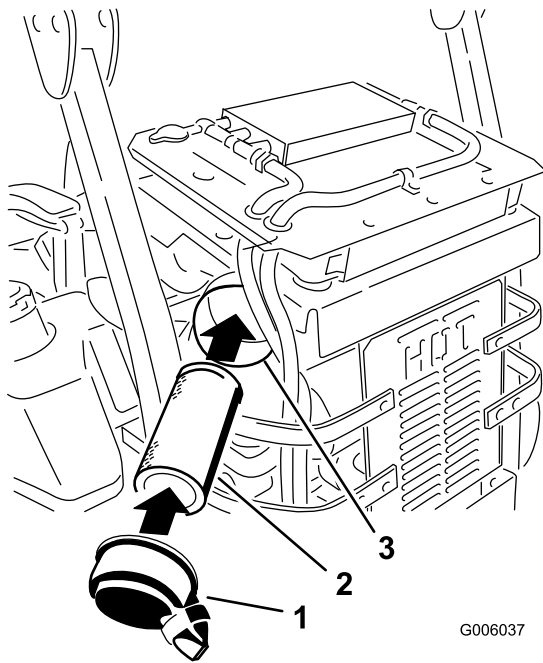

Figure 32
5. Ouvrez les dispositifs de verrouillage du filtre à air et enlevez le couvercle du corps du filtre (Figure 32).
7. Sortez l'élément filtrant du corps du filtre avec précaution (Figure 32). Évitez de cogner l'élément à l'intérieur du corps.
2. Insérez le filtre dans le corps avec précaution (Figure 32). Assurez-vous qu'il est bien engagé en appuyant sur le rebord extérieur.
3. Remettez en place et verrouillez le couvercle du filtre à air (Figure 32).